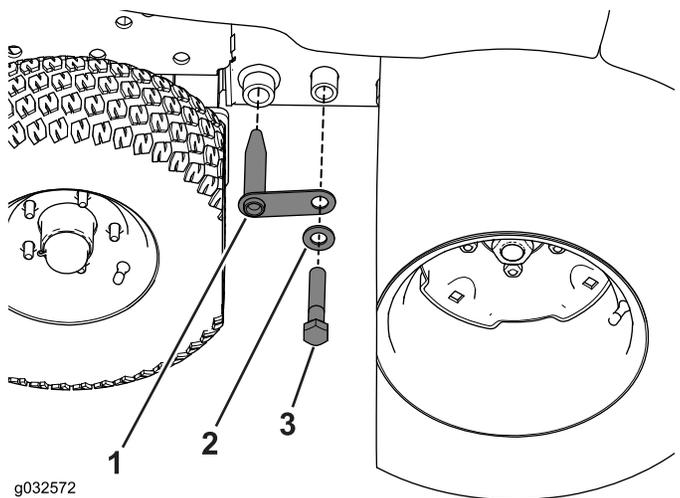

Figura 69
4. Utilizzate l'attacco dell'accoppiatore ($\frac{3}{4}$ " x 4") e la rondella per fissare il telaio invernale al telaio della macchina (Figura 69).